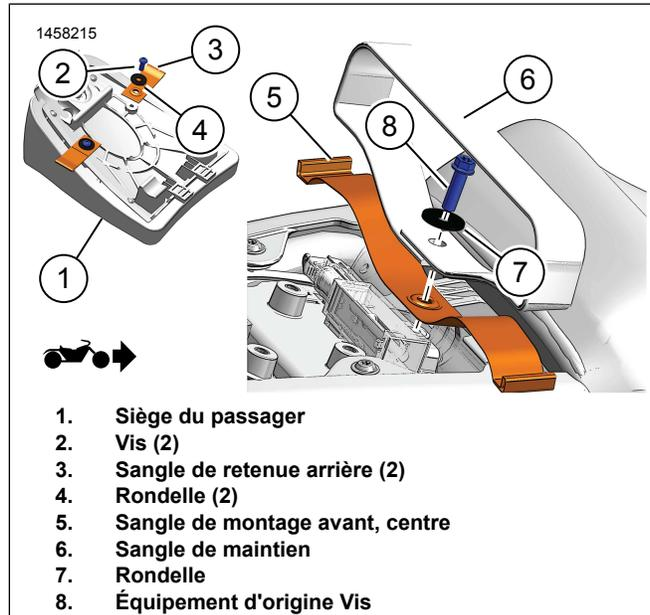

Figure 2. Installation de la sangle
2. Figure 2 Retirer Équipement d'origine (Équipement d'origine) la vis centrale (8) du cadre du véhicule. Conserver.
1. Figure 2 Installer la sangle de montage avant (8).
- a. Appliquer du frein filet sur la vis Équipement d'origine (8) .
2. Figure 2 Installer les sangles de retenue arrière (3) sur le siège du passager (1).
- a. Placer la sangle de retenue arrière (3), la rondelle (4) et la vis (2) sur le siège du passager (1). Serrer.